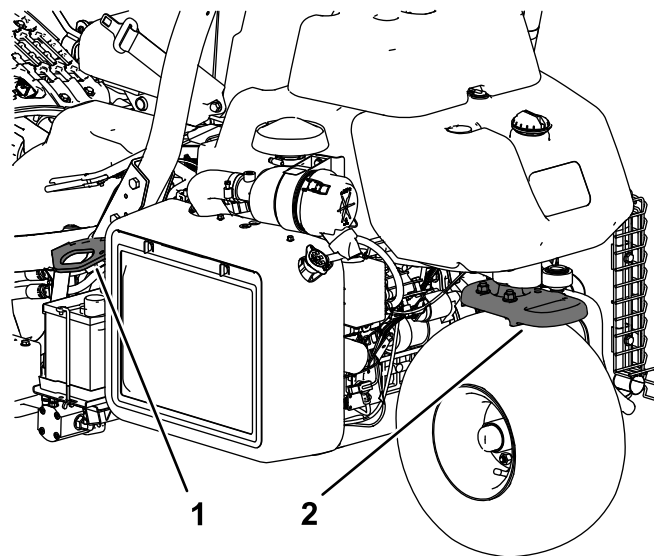

Bild 24
- Befestigen Sie die Maschine sicher mit Gurten, Ketten, Kabeln oder Seilen. Die vorderen und hinteren Gurte sollten nach unten und außerhalb der Maschine verlaufen (**Bild 24**).